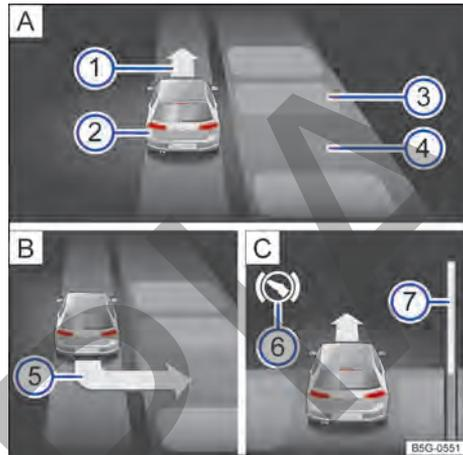

Fig. 109 En el display del instrumento combinado: estacionar lado a lado. **[A]** Buscar una plaza de estacionamiento. **[B]** Posición para estacionar. **[C]** Maniobrar.
- Estacionar cuando aparezca en la pantalla del instrumento combinado la indicación de estacionamiento → fig. 109 **5** → pág. 140.
Leyenda de la → fig. 109 (modo de estacionamiento de lado a lado con marcha atrás):
- Frenar cuando suene una alarma acústica que indica el cambio de dirección, se enciende la flecha → fig. 109 ① [A], se enciende el símbolo blanco [S] o se muestra un mensaje.